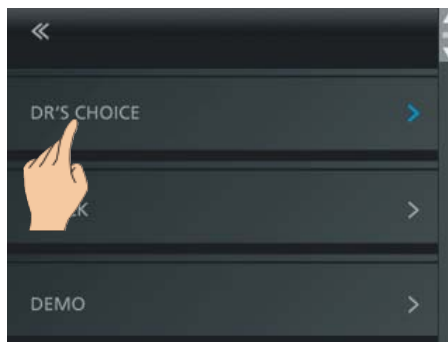

Fig. 21 Valg af DR'S CHOICE
- Åbn indstillingsmenuen, og vælg DR'S CHOICE (fig. 21).